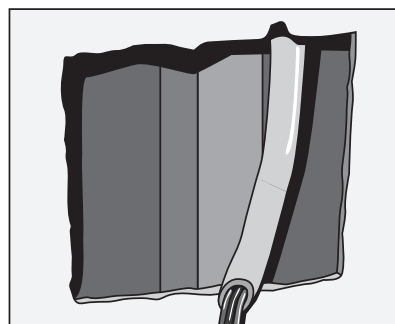

図 2 壁に穴をあける
- (2) はさみ金具の取り付け位置に合わせて、リモコンケーブルを通すための穴を壁に開けます（図 2）。開口部はビスの間隔より若干広めに開けてください。